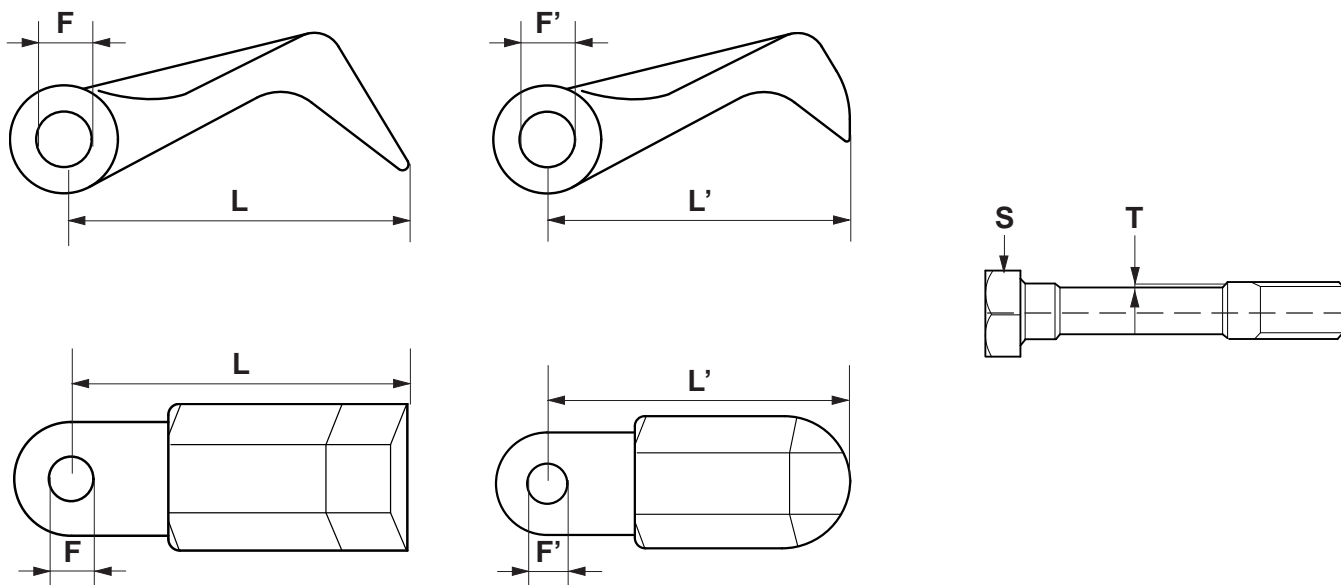

Fig. 20
- Le diamètre du trou de fixation «F» ne doit pas être ovalisé plus de 2 mm par rapport au diamètre d'origine (Fig. 20).
- La longueur «L» des couteaux ne peut pas être inférieure à 15 mm par rapport à la longueur d'origine (Fig. 20).
- L'usure «T» de l'axe dépasse 2 mm (Fig. 20).
- *Der Durchmesser des Befestigungslöcher «F» darf im Bezug zum Originaldurchmesser keine Unrundheit über 2 mm aufweisen (Abb. 20).*
- *Die Länge «L» der Messer darf nicht weniger als 15 mm im Bezug zur Originallänge ausmachen (Abb. 20).*
- *Der Verschleiß «T» des Bolzens mehr als 2 mm ausmacht (Abb. 20).*
- El diámetro del orificio de fijación «F» no se debe ovalar más de 2 mm, con respecto al diámetro original (Fig. 20).
- La longitud «L» de las cuchillas no puede disminuir más de 15 mm, con respecto a la longitud original (Fig. 20).
- El desgaste «T» del perno es mayor de 2 mm (Fig. 20).